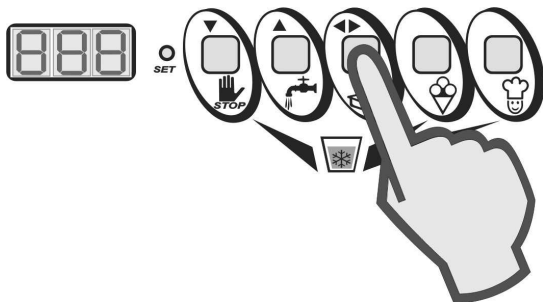

Fig.7
- Appuyer la touche CONFIRMATION (◀▶) pour valider la nouvelle donnée et quitter la programmation (fig. 7).